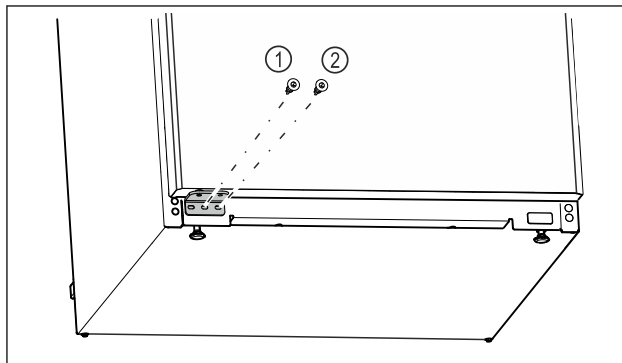

Fig. 17
- ▶ Zaskrutkujte strednú skrutku ložiskovej konzoly Fig. 17 (1) skrutkovačom Torx 20.
- ▶ Zaskrutkujte vnútornú skrutku ložiskovej konzoly Fig. 17 (2) skrutkovačom Torx 20.